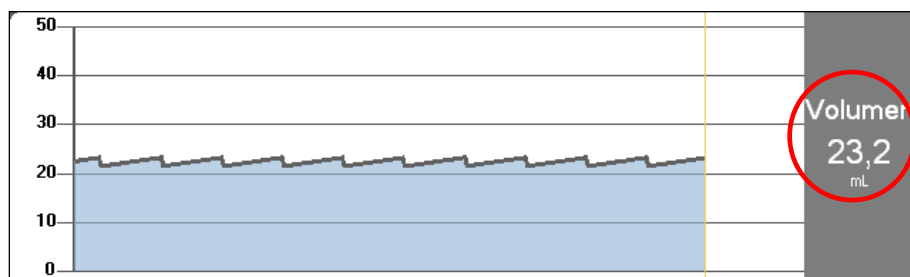

Abb. 22
- Gesamt-Infusionsvolumen (Abb. 22).